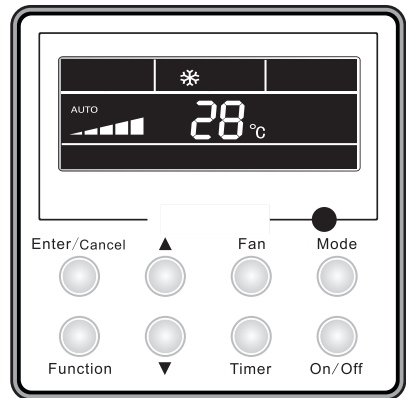

Fig.5 Encendido
- ② . El estado que se muestra en la Fig. 5 indica el estado encendido de la unidad después del encendido.